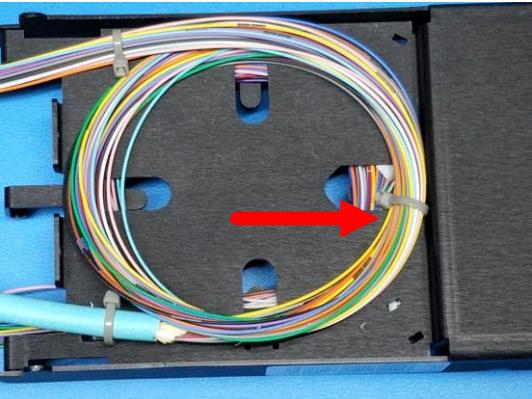

Figura 9
- 4.3 Instale nuevamente el cable troncal en el punto de sujeción de la entrada y sujeté el bucle de servicio tal como se indica en los pasos 3.7 y 3.8. Coloque una abrazadera de unión adicional en la parte frontal del almacenamiento tal como se muestra en la **Figura 9**. Recorte los extremos de la abrazadera de unión e instale la tapa trasera.